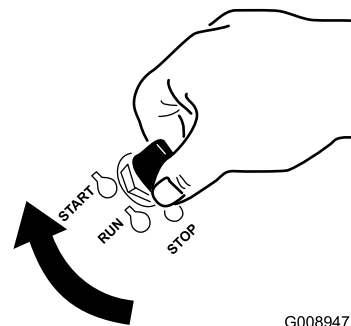

Figura 16
1. Rode a chave da ignição para a posição START (Figura 16).